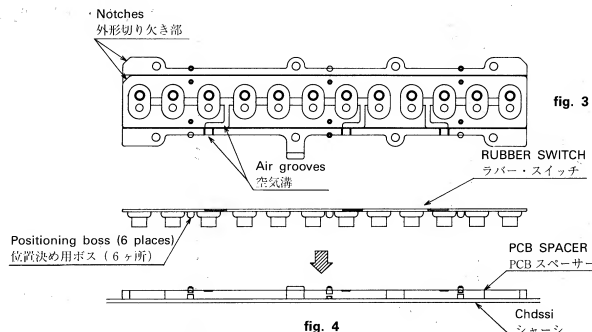
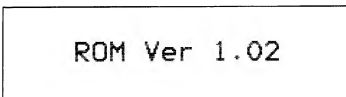

fig. 4
Fig. 3/図3
2) Then, locate the bosses of the Rubber Switches in the round holes of the Spacers, and as done for the Spacers, put one Rubber Switch 8PL, four Rubber Switches 12P, one Rubber Switch 13P and one Rubber Switch 7PH in order, starting on the lower tone side. At this time, carefully match the positions of the Rubber Switches, Spacer notches and air grooves. (See fig. 3 and fig. 4.)
2) 次に、SPACER の丸穴部に RUBBER SWITCH のボスを位置決めして、SPACER と同様に低音側より順に RUBBER SWITCH 8PL、RUBBER SWITCH 12P を 4 個、RUBBER SWITCH 13P、RUBBER SWITCH 7PH と置いていきます。この際、RUBBER SWITCH と SPACER の外形切り欠け部、及び空気溝の位置が合うように注意してください。（fig.3 fig.4 参照のこと）
When in the test mode, the version number of the ROM is first displayed. (See fig. 3.) The process then moves automatically to TEST 2. Note that the version number of the ROM Ver. 1.00 is not displayed.
テストモードに入ると最初に ROM のバージョン・ナンバーを表示します。(図3参照) 自動的に、TEST 2 に進みます。但し、ROM のバージョン・ナンバーが表示されないものがありますが、それは、Ver. 1.00 です。